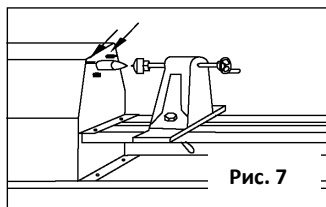

Рис. 7
4.1.1. Первый шаг – нахождение положения оси деревянной заготовки, чтобы зажать ее между поводковым центром и центром задней бабки. С помощью углового центроискателя проведите карандашом по две три линии, пересечение которых и будет центром торца заготовки см. рис. 4. Этот центр может быть оформлен в виде завернутого шурупа или специального центра см. рис. 5 и 6. Наденьте заготовку на поводковый центр, подведите заднюю бабку к противоположному торцу и подожмите ею заготовку см. рис. 7.